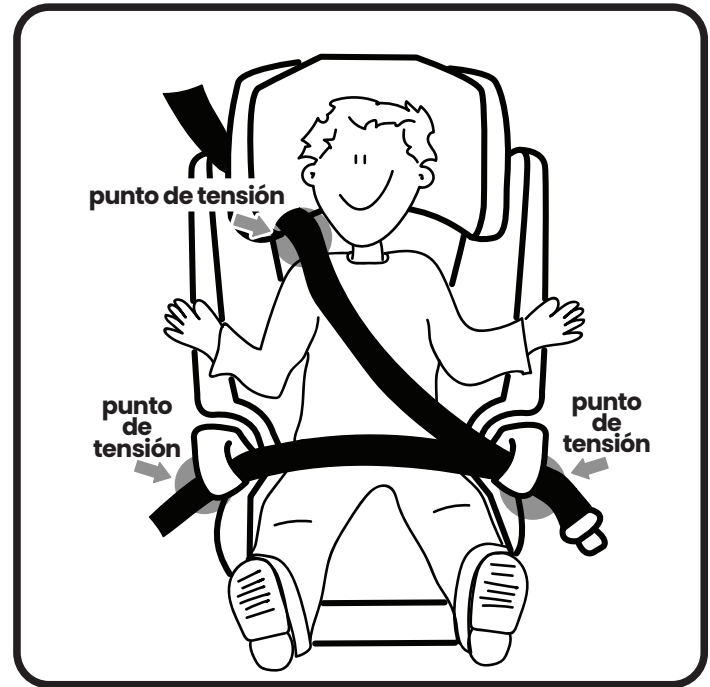

Fig. 4
4.2 Para finalizar, cierre la hebilla del cinturón. (FIG. 4)